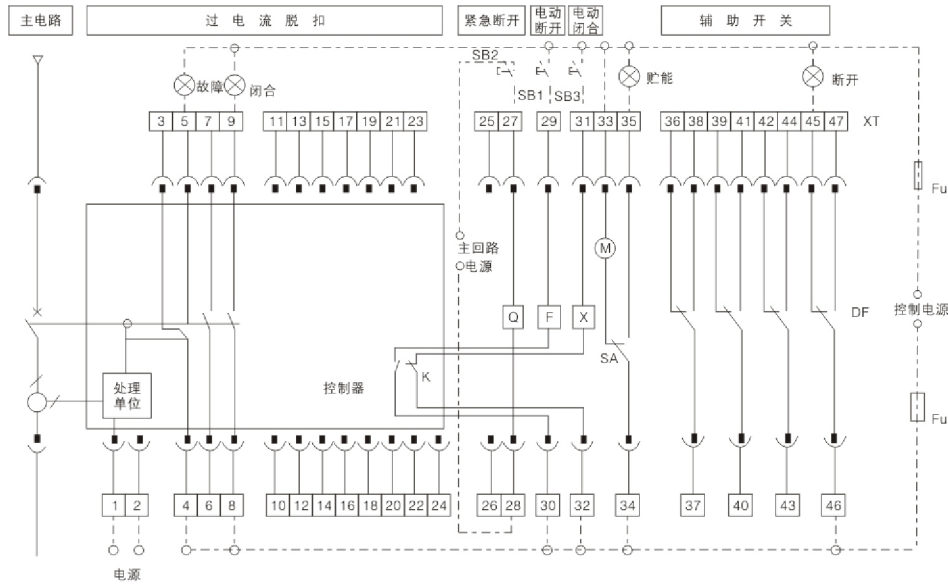

图13c 配L或M型智能控制器的断路器二次回路接线(辅助触头为四组转换触头)
• 2000A~6300A断路器辅助开关由四组转换接触头组成的二次回路接线图，见图13c